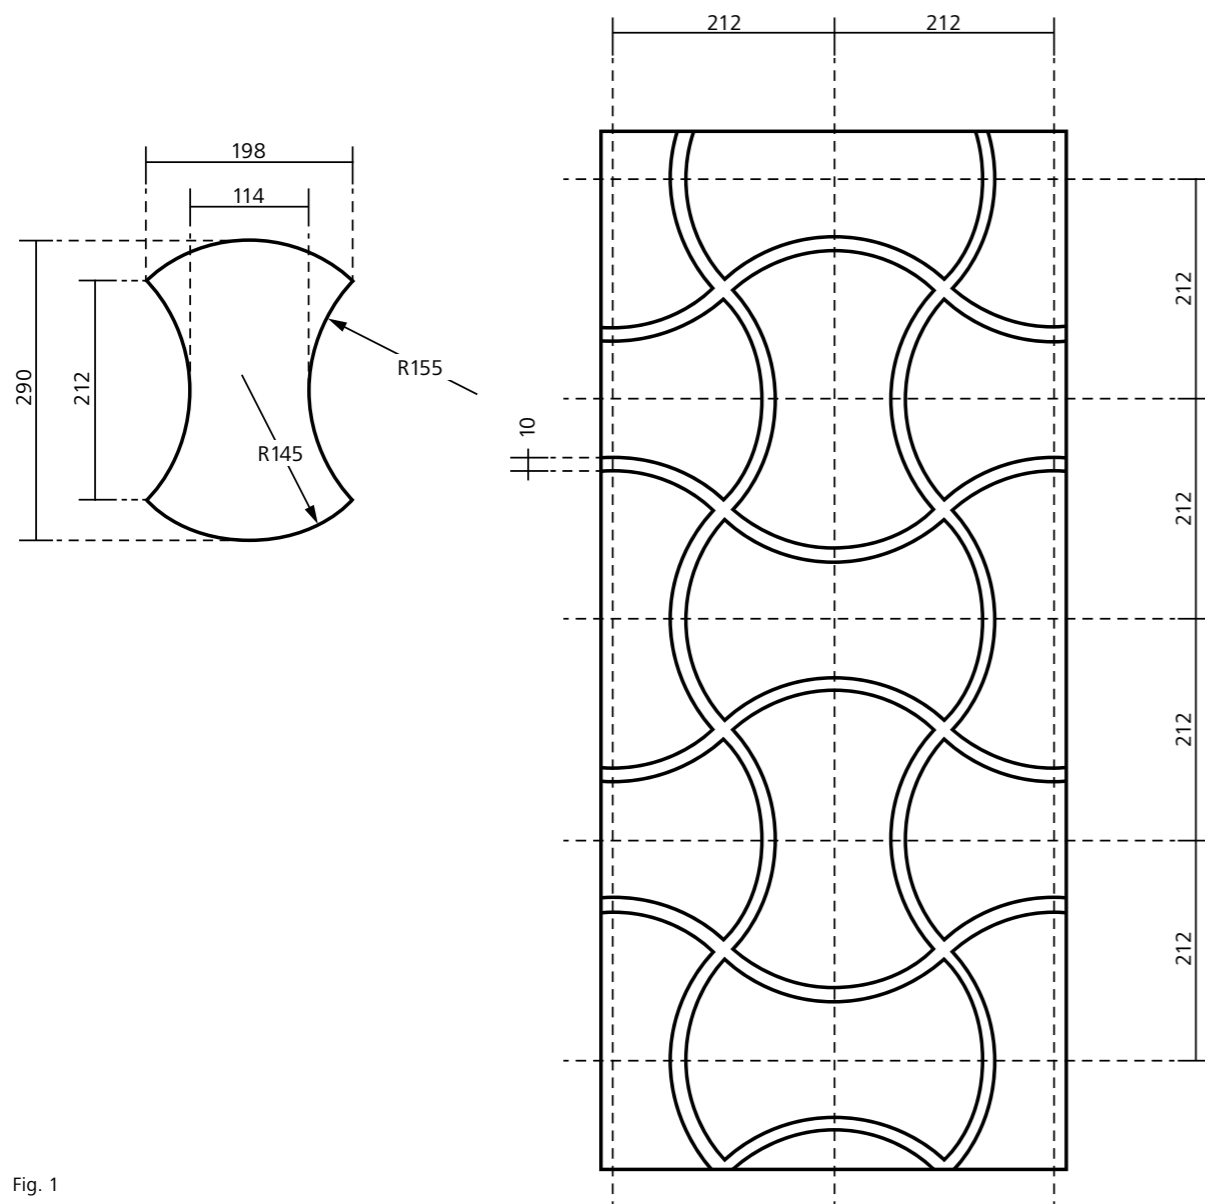

Fig. 1
- Afin de réaliser le moule de fabrication, un plan DXF ou DWG de la forme à l'échelle 1:1 est nécessaire. Un schéma à l'échelle du motif, ainsi que la/les forme(s) individuelle(s) cotée(s) sont nécessaires à cet effet. La largeur des joints doit être représentée / indiquée sur le schéma (cf. fig. 1).